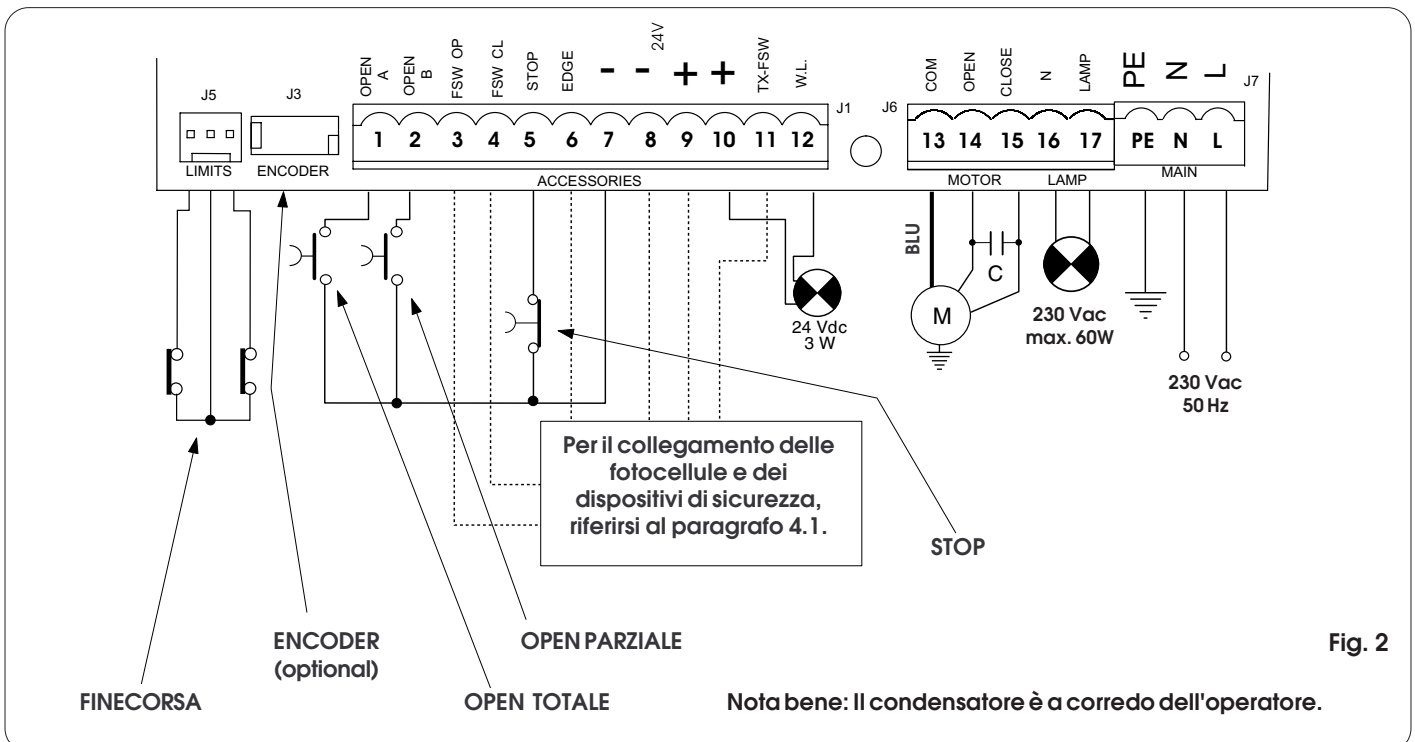

Fig. 2
- Collegare il cavo di terra all'apposito morsetto previsto sul connettore J7 dell'apparecchiatura (vedi fig.2).
4.2. Morsettiera J7 - Alimentazione (fig. 2)
4.3. Morsettiera J6 - Motori e lampeggiatore (fig. 2)
4.4. Morsettiera J1 - Accessori (fig. 2)
4.6. Connettore J6 - Inneso rapido Finecorsa (fig. 2)
Questo ingresso è predisposto per la connessione rapida dei finecorsa di apertura e di chiusura che possono dare l'arresto dell'anta, oppure l'inizio del rallentamento, oppure la frenata (vedi programmazione avanzata Cap. 5.2.). Nei motoriduttori dove è prevista la centrale incorporata, questo collegamento è già precablato di serie (fig. 2). Per la direzione di apertura dell'anta vedi programmazione avanzata Cap. 5.2.
4.7. Connettore J3 - Inneso rapido Encoder (fig. 2)